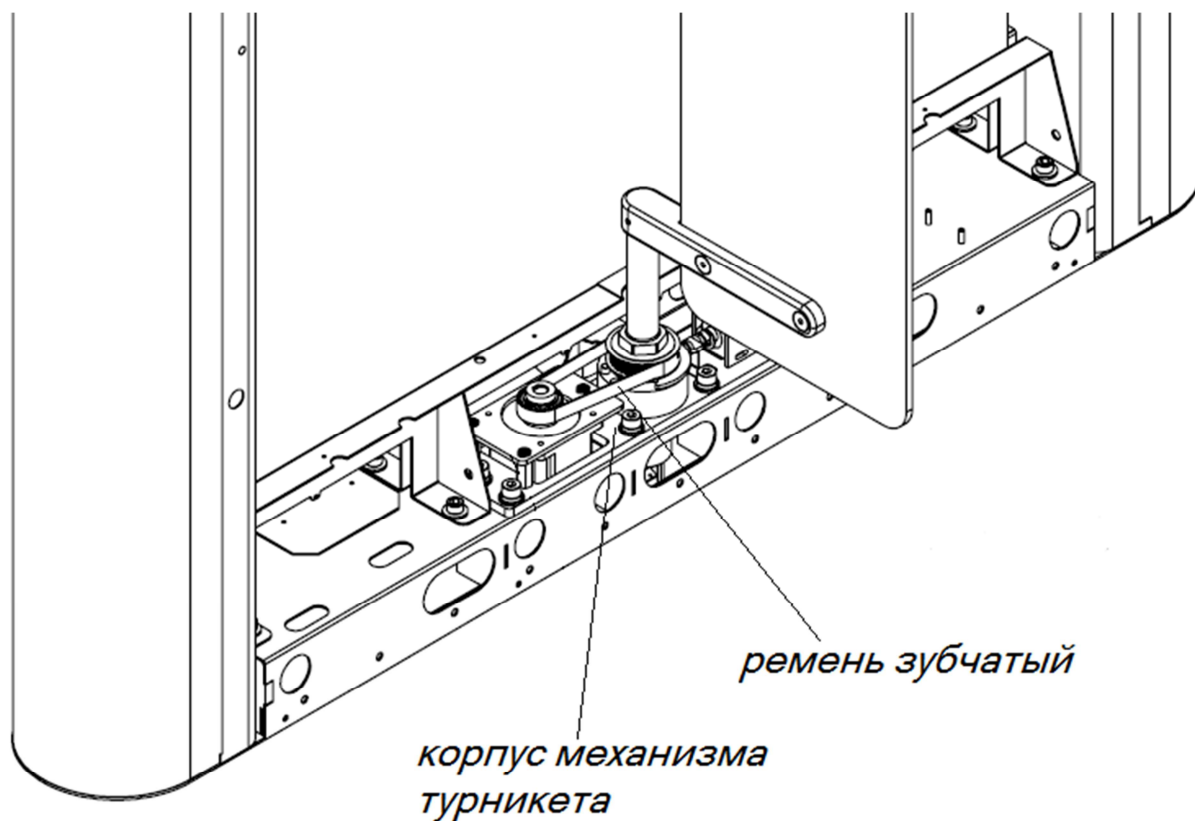

Рис. 3.
4.4. Проверьте состояние зубчатого ремня и его натяжение (рис. 3).